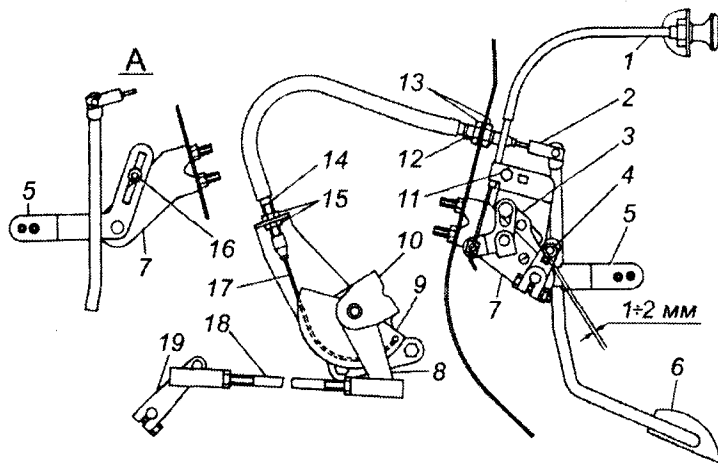

Рис. 7.7. Механизм управления приводом подачи топлива:
**Привод управления подачей топлива двигателя Д-245.7 Е2** — механический, состоит из педали 6 (рис. 7.7) и тяги ручного управления 1.
Уход за механизмом управления приводом подачи топлива состоит в проверке лёгкости перемещения тяги ручного управления и троса 17 (см. рис. 7.7) в оболочках, а также проверке хода педали, который должен обеспечивать полный ход рычага подачи топлива ТНВД.